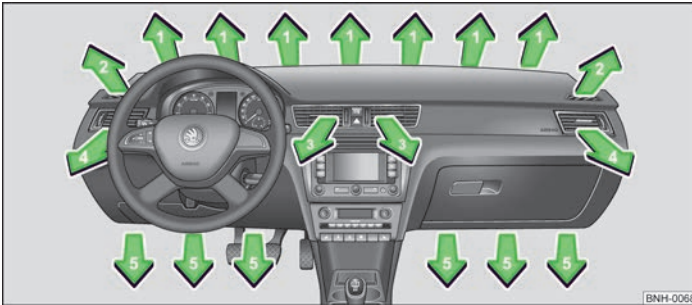
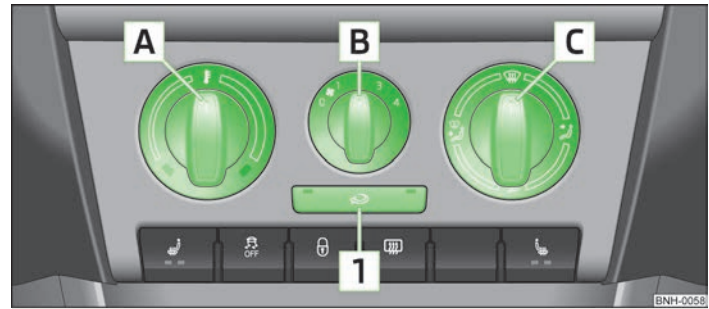

Abb. 58 Luftaustrittsdüsen
Abb. 59 Heizung: Bedienelemente
- › Die waagerechten Lamellen mithilfe des verschiebbaren Verstellers schwenken, um die Höhe der Luftströmung zu ändern » Abb. 58.
Die Luftzufuhr für die einzelnen Luftaustrittsdüsen mit dem Luftverteilungsregler **C** » Abb. 59 auf Seite 61 einstellen. Die Luftaustrittsdüsen **3** » Abb. 58 und **4** können einzeln geschlossen und geöffnet werden.
- › Den Drehregler **A** » Abb. 59 nach rechts drehen, um die Temperatur zu erhöhen.
- › Den Gebläseschalter **B** » Abb. 59 in eine der Positionen 1 bis 4 drehen, um das Gebläse einzuschalten.
- › Mit dem Luftverteilungsregler **C** » Abb. 59 wird die Richtung des Luftaustritts geregelt » Seite 61.
Alle Bedienelemente, außer dem Gebläseschalter **B** » Abb. 59, können auf jede beliebige Zwischenstellung eingestellt werden.
- Bedienelemente **A** » Abb. 59 auf Seite 61, **B**, **C** und die Taste **1**.
- Luftaustrittsdüsen **4** » Abb. 58 auf Seite 61.
- Wir empfehlen Ihnen, die Luftaustrittsdüsen **3** » Abb. 58 auf Seite 61 in geöffneten Stellung zu belassen. ■
➤ Die Taste **1** » Abb. 59 auf Seite 61 drücken, in der Taste leuchtet die Kontrollleuchte auf.
➤ Die Taste **1** » Abb. 59 auf Seite 61 erneut drücken, die Kontrollleuchte in der Taste erlischt.
Wenn der Luftverteilungsregler **C** » Abb. 59 auf Seite 61 in die Position gedreht wird, wird der Umluftbetrieb automatisch ausgeschaltet. Durch wiederholtes Drücken der Taste kann auch in dieser Stellung der Umluftbetrieb wieder eingeschaltet werden. ▶
- Luftaustrittsdüsen 4 » Abb. 58 auf Seite 61.
- Wir empfehlen Ihnen, die Luftaustrittsdüsen **3** » Abb. 58 auf Seite 61 in geöffnete Stellung zu belassen.